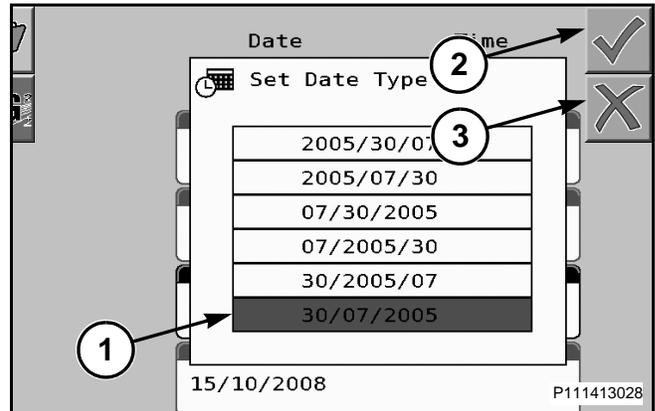

FIG. 88
FIG. 88: Para seleccionar el tipo de fecha, desplácese a través de la lista desplegable para resaltar una selección (1) y a continuación presione el botón de la rueda de selección o la tecla rígida situada junto al icono de marca de verificación (2) para aceptar el ajuste. Para cancelar la selección, presione la tecla rígida situada junto al icono X (3).